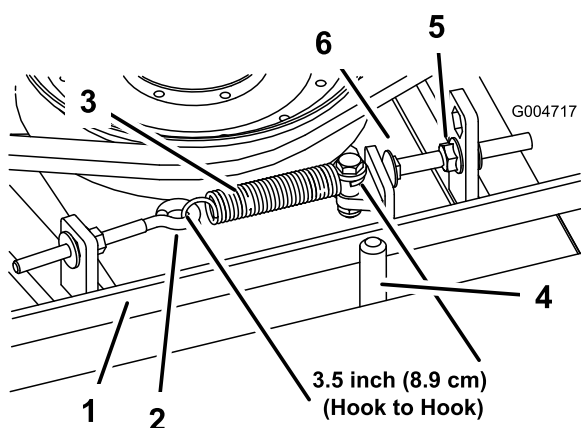

Figura 101
Quando a tensão estiver correta, a medida interior da mola de extensão (gancho a gancho) deverá ser de cerca de 8,3 cm a 9,5 cm. Logo que se obtenha a tensão correta da mola, ajuste o pino de fecho (parafuso da carroçaria) até haver uma folga aproximada de 2 a 5 mm entre a cabeça do parafuso e o braço intermédio (Figura 101).
Nota: Certifique-se de que correia está colocada no lado da mola do guia da correia (Figura 101).
2. Desaperte o parafuso com olhal permitindo a remoção da mola de extensão (Figura 101).
3. Desaperte a porca flangeada que prende o pino de fecho à patilha de montagem e afaste a polia intermédia da correia para libertar a tensão da correia (Figura 101).
9. Ligue a mola de extensão (Figura 101) ao parafuso de olhal e aplique a tensão na correia como se segue: